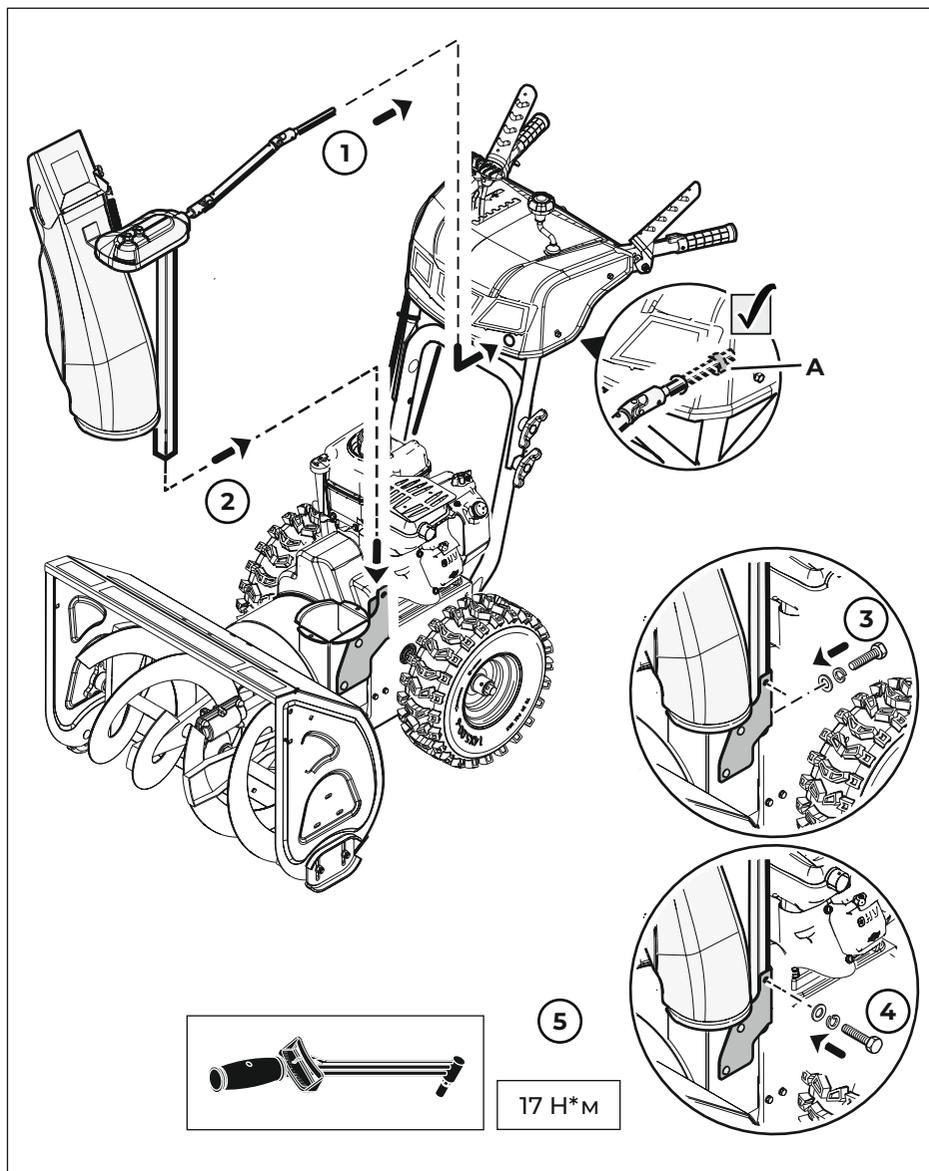
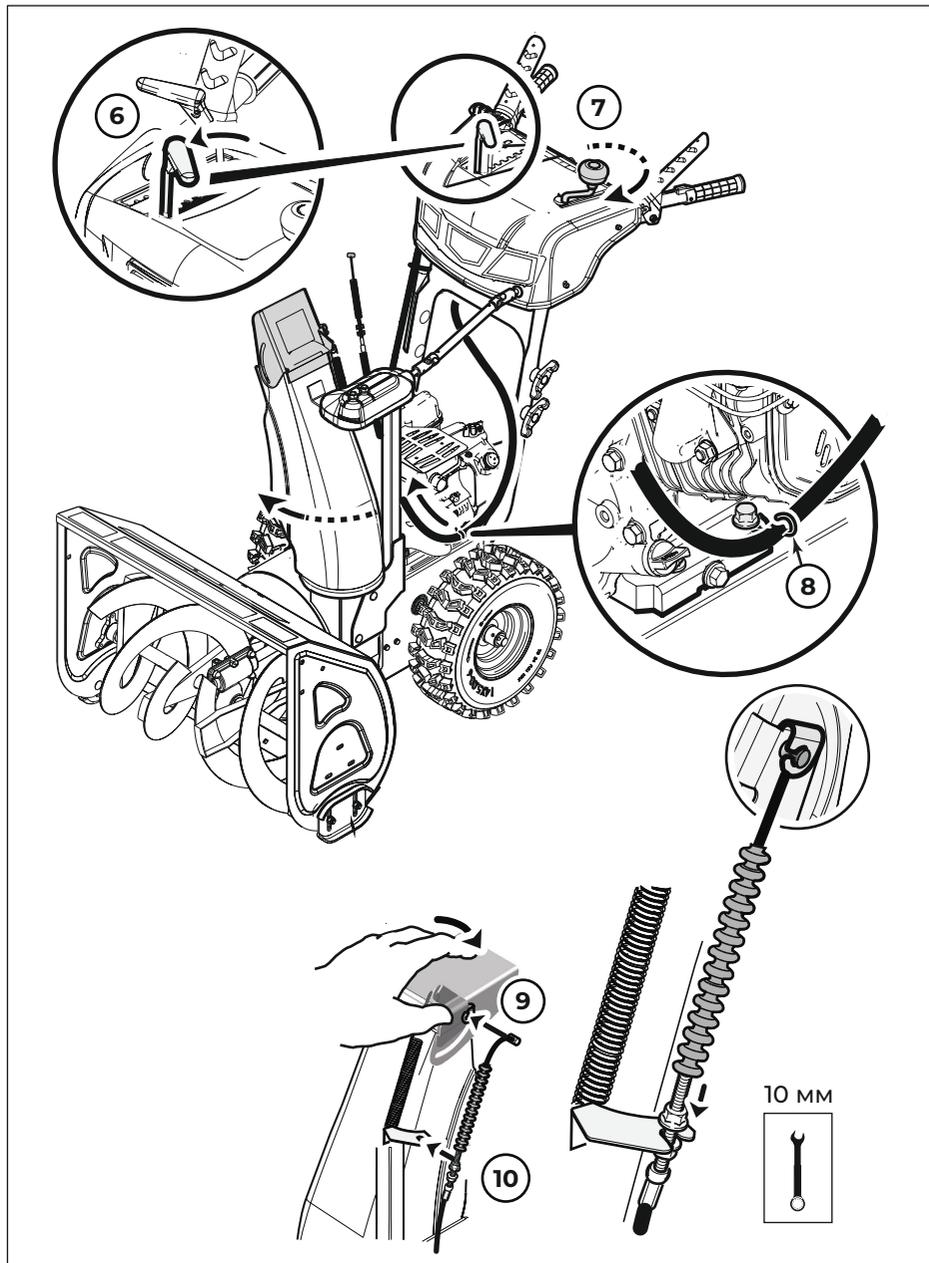

Рис. 8
Рис. 9
**2.3 Желоб (рис. 8, рис. 9)**
рис. 8 поз. А.